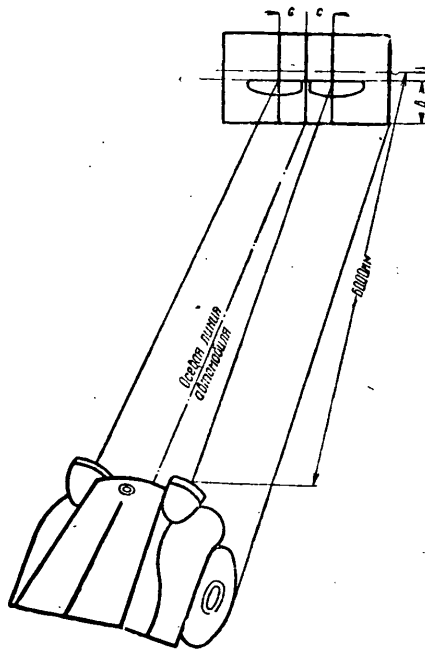

Рис. 28. Схема площадки и экрана для регулировки фар
16. Замаскированные фары при закрытой крышке регулируются следующим образом (рис. 28):
соответственно на правой и левой вертикальных линиях, а тень от козырька, т. е. резкая граница между освещенной и темной полосами, проходила по высоте горизонтальной линии на экране (см. рис. 28);